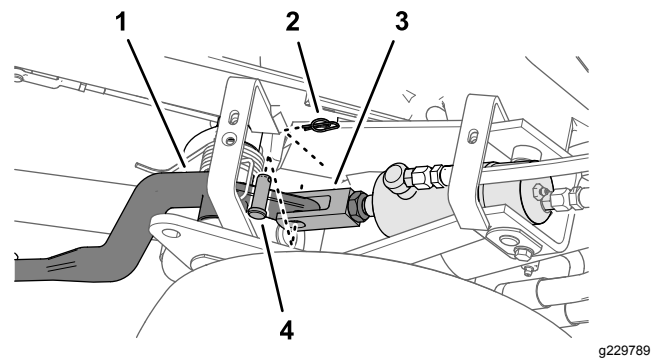
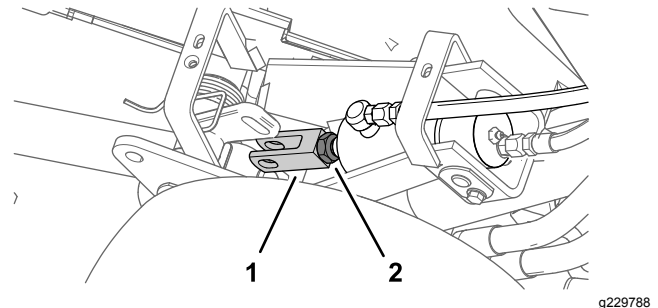

Bild 53
Bild 54
- Entfernen Sie den Haltering und den Lastösenbolzen (**Bild 53**)
- Drehen Sie den Lastösenbolzen so lange, bis Sie die gewünschte Höhe erzielt haben (**Bild 54**).
- Befestigen Sie das Lastösen-Anschlussstück mit dem Lastösenbolzen und Haltering am Hubarm und ziehen Sie die Klemmmutter fest (**Bild 53** und **Bild 54**).
- Lockern Sie die Klemmmutter, mit der der Lastösenbolzen am Zylinder der Schneideinheit befestigt ist, den Sie einstellen möchten (**Bild 53**).